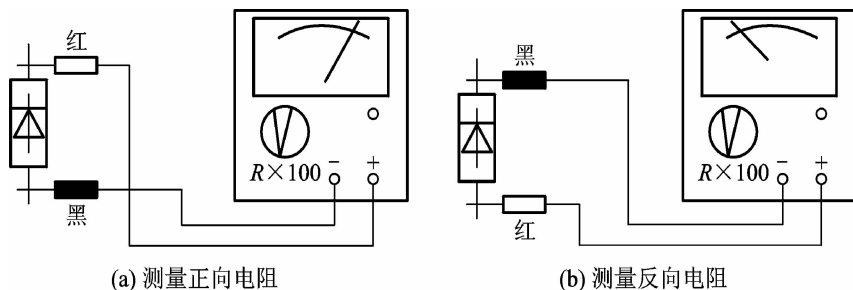

图 1-1-8 用万用表检测二极管
(1) 测得电阻值较小时,黑表笔接二极管的一端为正极(+),红表笔接的另一端为负极(-),如图 1-1-8(a)所示,此时测得的阻值称为正向电阻。
(2) 测得电阻值较大时,黑表笔接二极管的一端为负极(-),红表笔接的另一端为正极(+),如图 1-1-8(b)所示,此时测得的阻值称为反向电阻。